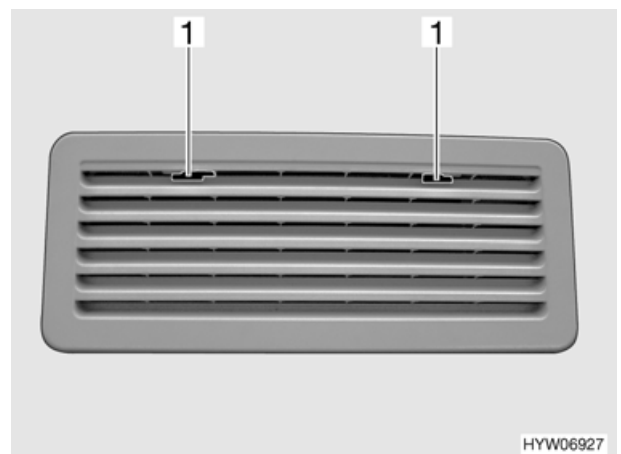

Bild 77 Kühlschrank-Lüftungsgitter (Variante 2)
- Arretierung (Bild 77,1) zur Mitte schieben.